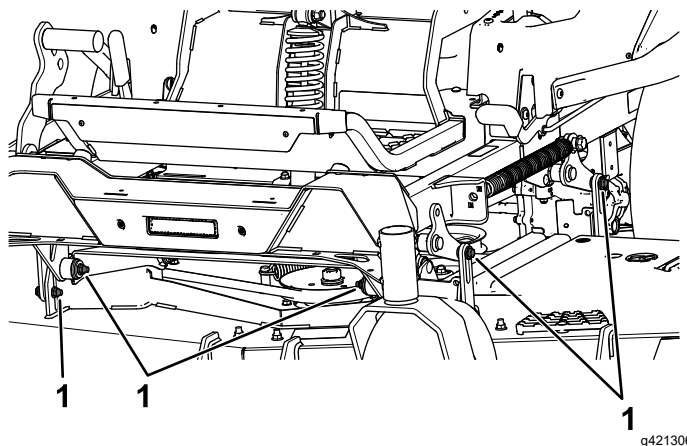

Figure 111
7. Enlevez et conservez les boulons et écrous de chaque côté de la machine (Figure 111).